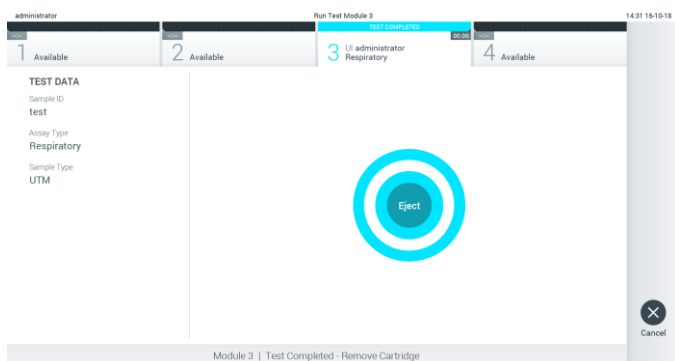

图 29. Eject（排出）屏幕。
10. 测试运行完成后，将显示 Eject（排出）屏幕（图 29）。按下触摸屏上的  Eject（排出）按钮取出 QIAstat-Dx 检测试剂盒，并按照所有国家、州和当地健康和法规和法律，将其作为生物危险废弃物进行处置。